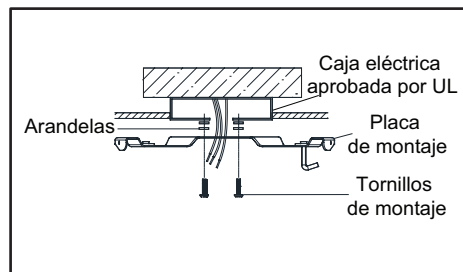

Figura 5
2. Fija la placa de montaje firmemente en la caja eléctrica usando los dos tornillos de la misma. Saca los cables de suministro de 120 V (cables negro, blanco y de tierra) de la caja eléctrica, pásalos a través del orificio en la placa de montaje y colócalos a un costado. (Figura 5)